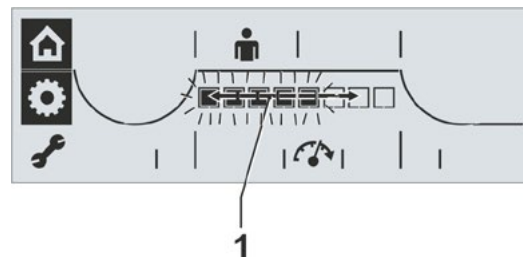

Bild 2: Ändring av varvtals-/ställtidssteg
Skalan visar valt steg (bild 2, pos. 1).